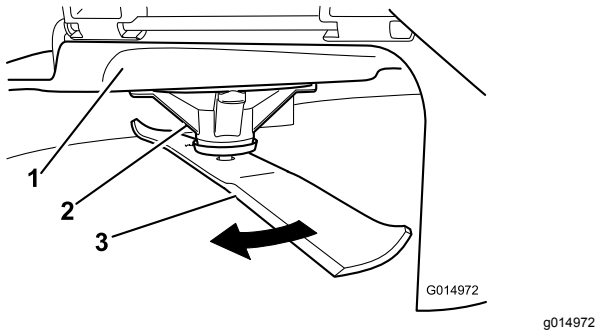

Figura 111
2. Llevando guantes fuertemente acolchados u otro tipo de protección apropiada para las manos, gire la cuchilla lentamente hasta una posición que permita medir la distancia entre el filo de corte y la superficie nivelada en la que descansa la máquina (Figura 111).